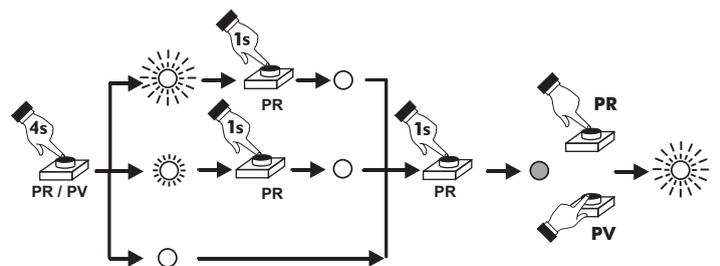

Fig. 5
## 4D - Relais RR (RV) Configuration du temps (Fig. 5)